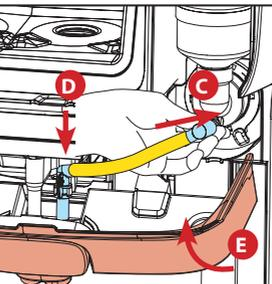

Fig.5
4. Erġa' poġġi t-tubu fuq il-bieqja tal-mikser (C), u aghfas iż-żennuna tal-iżbukk fuq it-trej tat-taħlit. Aghlaq il-panil (E) u d-distributur awtomatikament se jerġa' lura għall-funzjonijiet tat-tferrigh normali. (Ara Fig.5)